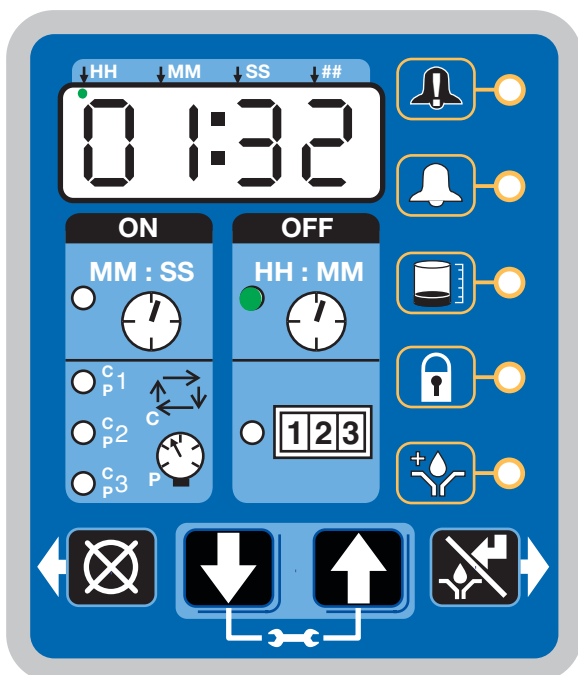

FIG. 47
Una vez completada la configuración, la bomba G3 comienza automáticamente a ejecutar la secuencia de tiempo de apagado (FIG. 47).
- El ejemplo mostrado en la FIG. 47 indica un tiempo de apagado de 1 hora y 32 minutos antes del inicio del ciclo de lubricación.
- Cuando el recuento de tiempo de encendido llega a cero, la bomba vuelve a desconectarse y el sistema ejecuta nuevamente el ciclo de tiempo de apagado y el LED de tiempo de apagado vuelve a encenderse (FIG. 47).